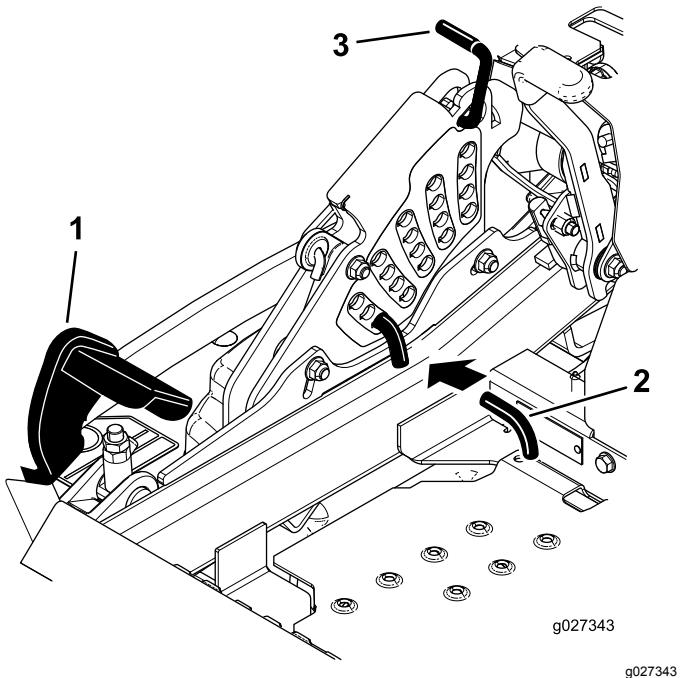

Figure 89
5. Enfoncez la pédale de levage du tablier de coupe au maximum pour verrouiller le tablier à la position transport de 14 cm (5,5 po) (Figure 89).